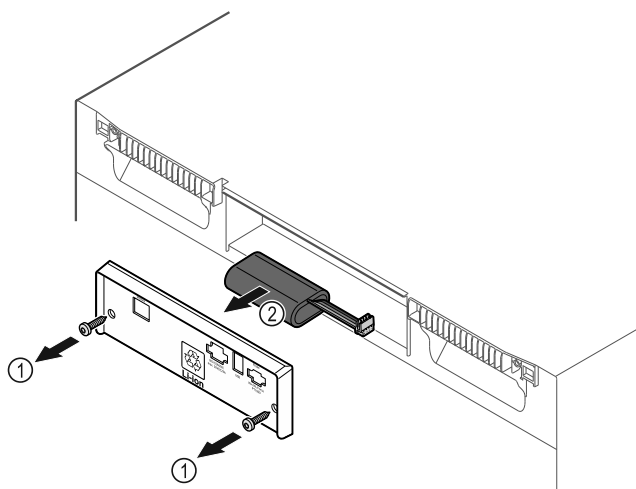

Fig. 200
- Dévisser les vis et retirer le couvercle situé à l'arrière de l'appareil Fig. 200 (1).
- Débrancher et retirer la batterie Fig. 200 (2).